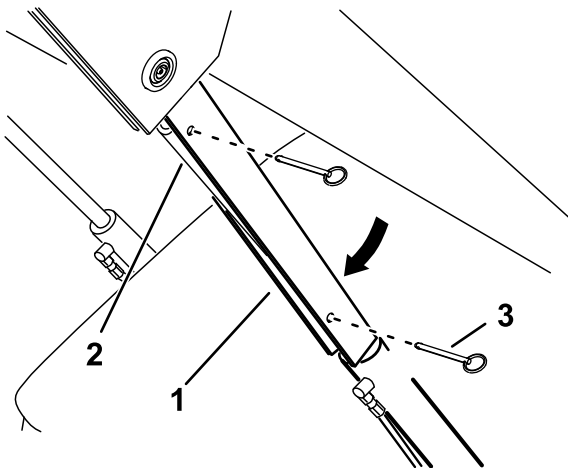

Figure 30
5. Glissez le dispositif de blocage de vérin sur la tige du vérin (Figure 30).